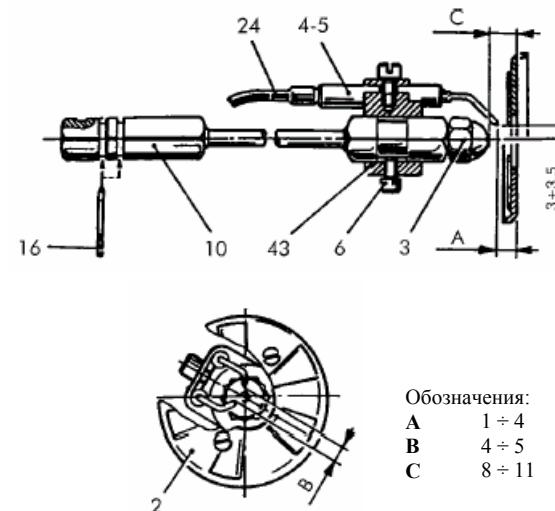

Рис. 14
Очистите электроды, не меняя их положения относительно диска дефлектора. Если Вы случайно смешили их, то при установке обратно руководствуйтесь размерами, указанными на рис. 14.
- Форсунка (3) неисправна или загрязнена.
- Электроды поджига (4-5) покрыты коркой или повреждены (см. положения на рис. 14).
- Не освещается фоторезистор (19).
- Неисправно уплотнение электромагнитного клапана (29).